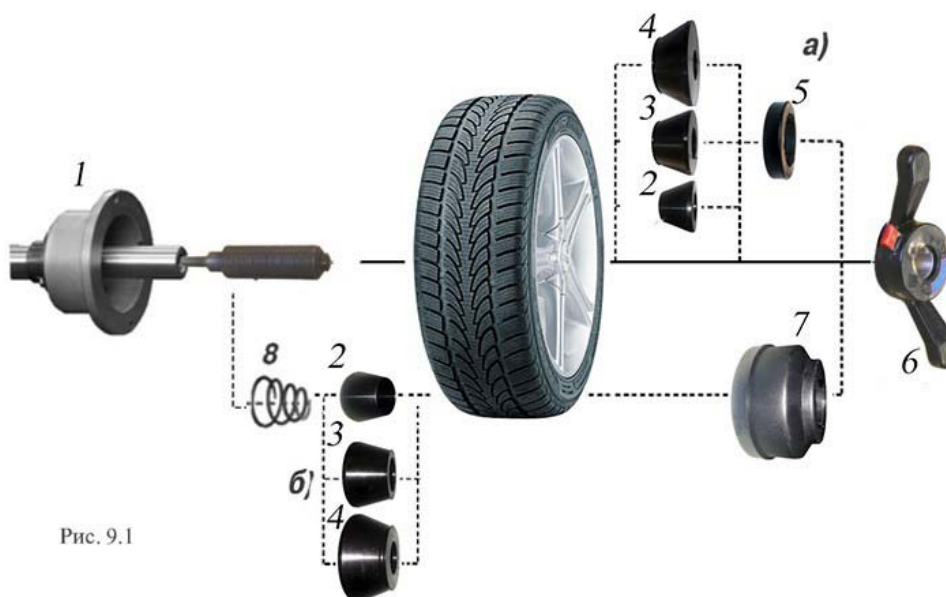

Рис. 9.1
9.2. Балансируемое колесо закрепляется на валу СБ за центральное отверстие диска с помощью конусов и быстросъемной гайки с раздвижными резьбовыми сухарями. В зависимости от конфигурации диска конус может быть установлен как с внешней стороны диска (вариант «а»), так и с внутренней (вариант «б») (см.рис. 9.1)